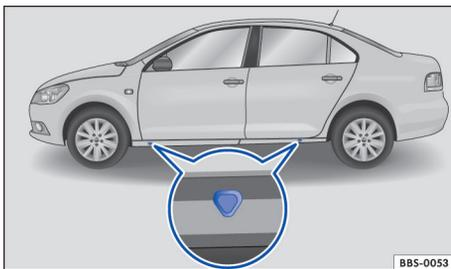

图 128 千斤顶举升点
⇒ 图 128，并且必须将千斤顶置于距待更换车轮最近的举升点 ⇒ .
6. 找到距待更换车轮最近的汽车举升点 ⇒ 图 128。
8. 必须确保千斤顶底座紧贴地面，并处在举升点正下方 ⇒ 图 128。